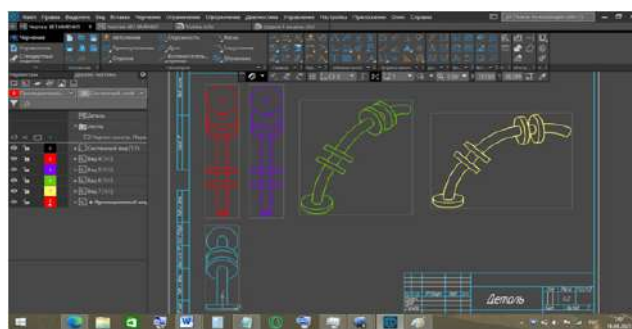

Рисунок 9 — Виды разных цветов
10. Цвет. Цвет вида на древе чертежа и на рабочей области (рисунок 9).